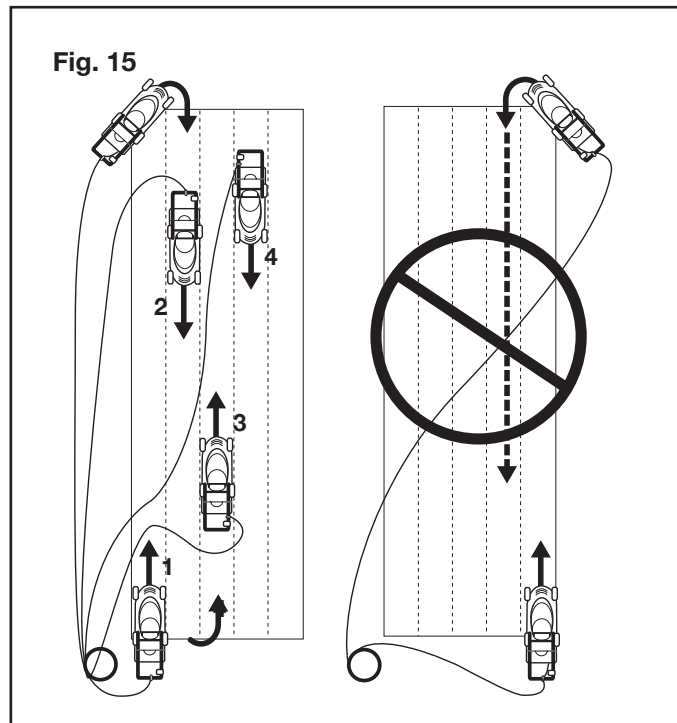

Fig. 15
- Proceda a cortar tal como se indica en la Fig. 15, trabajando desde la posición 1 hacia la posición 2.
- Proceda tal como se muestra en la Fig. 15, siempre trabajando alejándose del cable eléctrico de extensión.